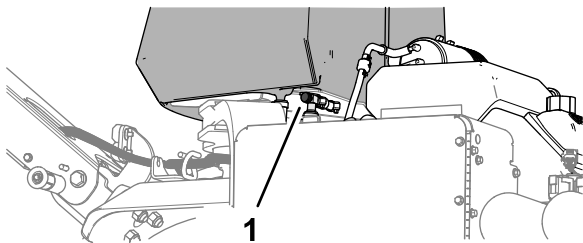

Bild 72
- Wenn Sie die Maschine transportieren oder aufbewahren, schließen Sie den Kraftstoffhahn (Bild 72).